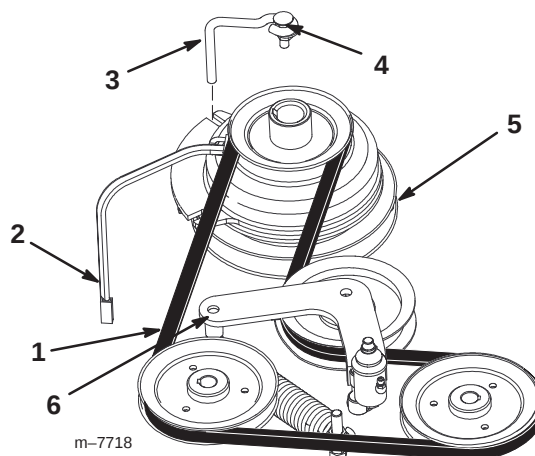

Figure 63
2. Retirez le boulon de la butée de l'embrayage et débranchez le fil de l'embrayage électrique (Fig. 63).
4. Déposez la courroie de transmission des poulies du moteur et de la pompe hydraulique (Fig. 63).
5. Installez la courroie neuve sur les poulies du moteur et de la pompe hydraulique (Fig. 63).
7. Relâchez le bras de renvoi (Fig. 63).